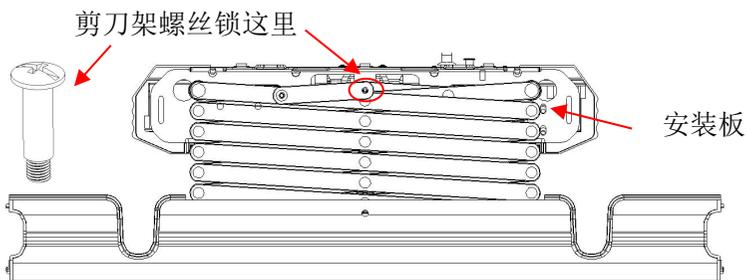

图 8
- 7、安装剪刀架：先将剪刀架一端滚轮滑进安装板滑槽内，移动剪刀架，滑向另一端，确保剪刀两端滑轮都在安装板滑槽内，用剪刀架螺钉锁住短剪刀片（如图 8 所示），将钢丝绳卡头穿过钢丝绳